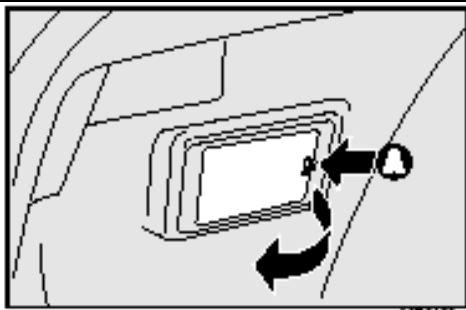

рис.61
□ Для доступа к блоку предохранителей, размещенному в багажнике, с левой стороны, необходимо открыть крышку, нажав в точке, указанной стрелкой А - **рис. 61.**